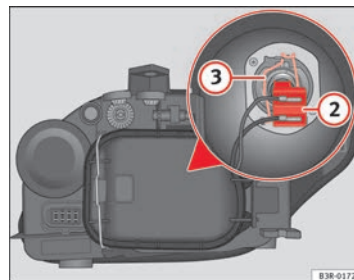

Fig. 209 Anabbaglianti
- Estrarre il connettore ⇒ fig. 209 ② della lampada tirandolo.
- Sganciare la molla di ritegno ⇒ fig. 209 ③ premendo verso l'interno e a destra.